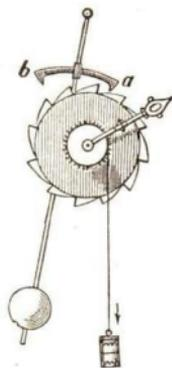

Abb. 29. Pendeluhr
b) Die **Pendeluhr** (Abb. 29) wurde erst 1683 vom Holländer **Huygens** gebaut.